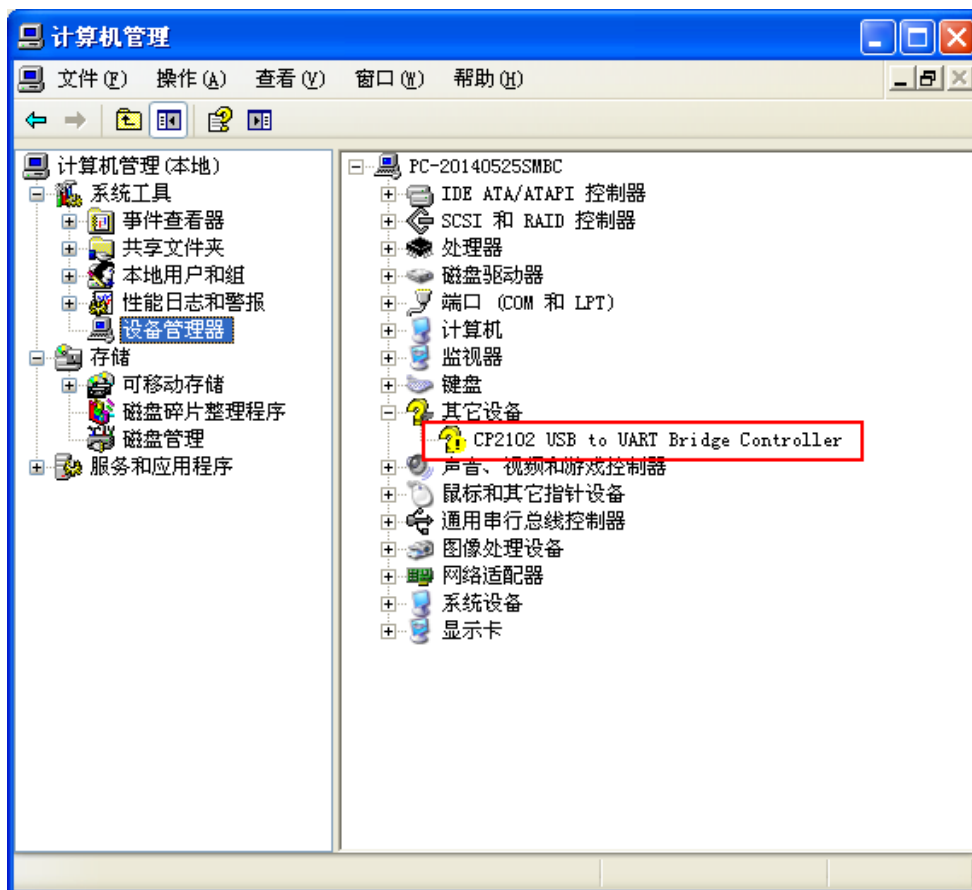

图 5-2 USB 转串口设备安装驱动前
**注：**为连接方便上图把主控电源和触摸电源同时接到了 USB 转串口的 3V3 上了，可根据实际情况进行选择。USB 转串口设备连接 PC 电脑时，如果 PC 电脑没有安装过 USB 转串口设备驱动，会出现如图 5-2 的未知设备，需要手动安装驱动。